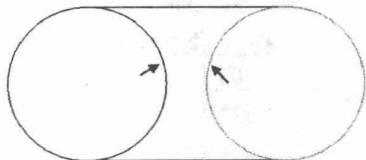
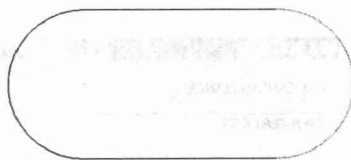

图 1-12 删除的图线
图 1-13 编辑结果
(1) 按住鼠标左键，从左上角到右下角拖出一个矩形框选中整个图形，然后单击鼠标左键将全部图形选中，选中的图线将变为黄色。
(2) 选择菜单命令【编辑】/【修剪/打断】/【在交点处打断】，在图线的交点处将线条打断，为后续删除操作做准备。
(3) 选择菜单命令【编辑】/【删除】/【删除图素】，然后选中图 1-12 中箭头指示的两条图线后按 **[Enter]** 键将其删除，结果如图 1-13 所示。